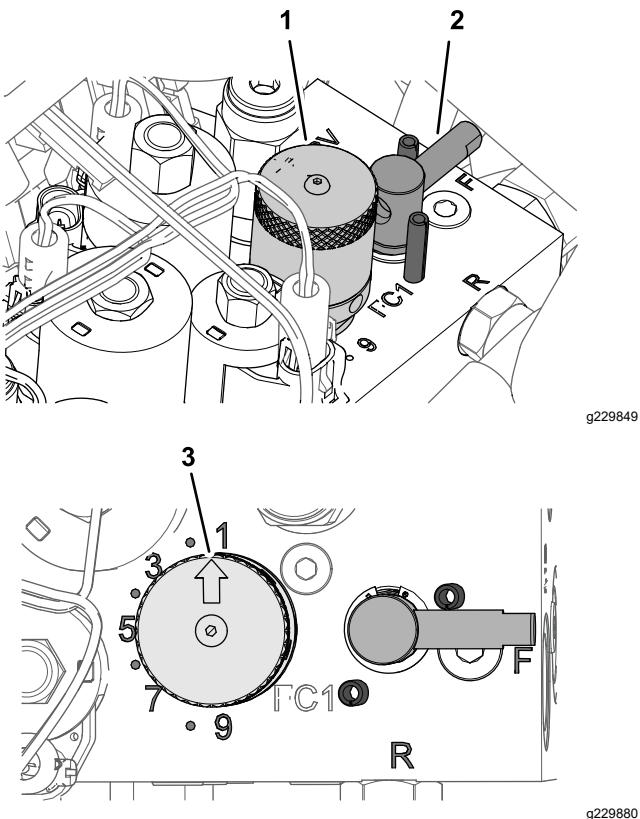

Рисунок 53
5. Для настройки частоты вращения барабана поворачивайте ручку регулятора частоты вращения барабана (Рисунок 53), пока стрелка указателя не совместится с числом, определенным при выполнении пункта 3.